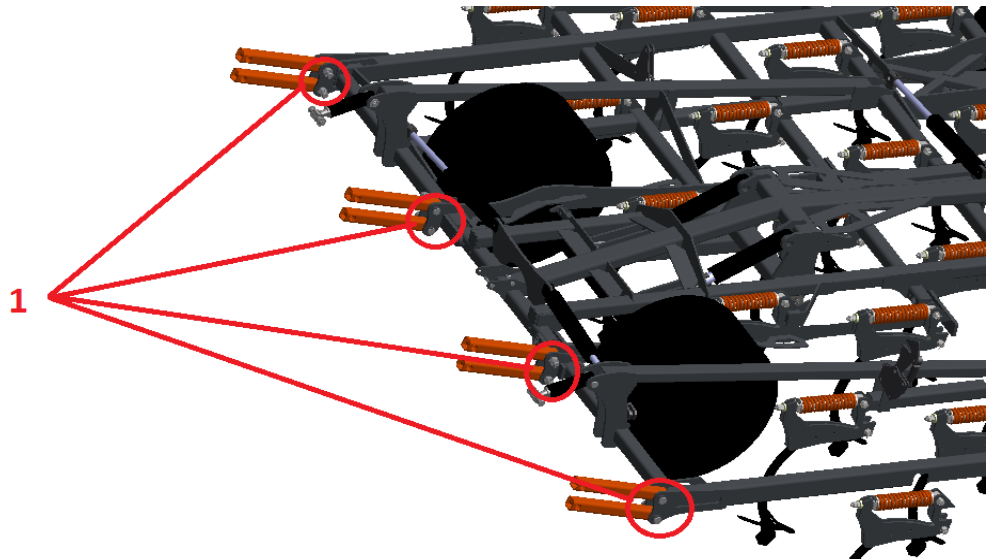

Figure 8 Montage des porte-bras sur les châssis.
Assembler les ensembles de rouleaux en commençant par la fixation des porte-bras (8 pièces), leurs points de fixation au châssis (Fig. 8 item 1). Les trous de fixation dans le châssis et dans les porte-bras lorsqu'ils sont couverts doivent être fixés avec des boulons Ø 40, des écrous à couronne et des goupilles.